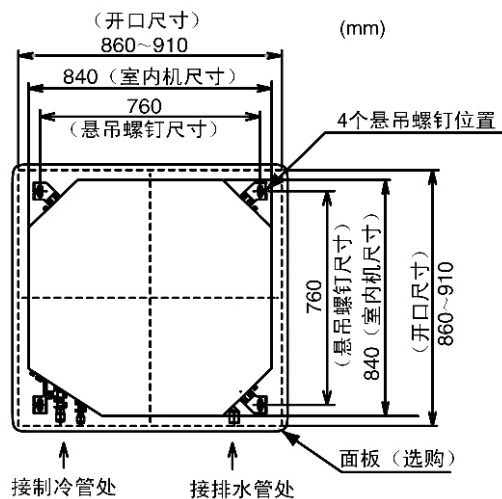

图6.3 天花板开口及悬吊螺栓位置
- (2) 如图6.3所示，在吊顶上开孔用于安装室内机。
- (3) 确保吊顶水平，否则冷凝水无法排出。
- (4) 加强吊顶的开孔部。